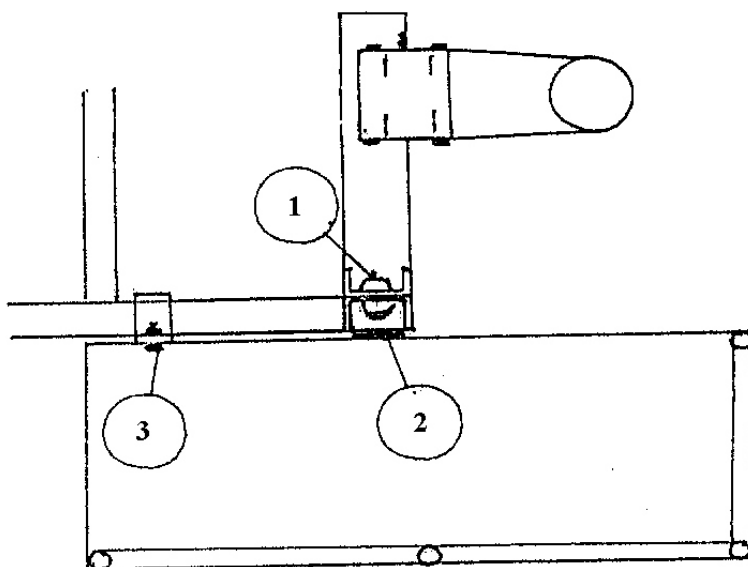

Bild 3: Arbetsplattform
- ▶ Fästa arbetsplattform på sin plats (se bild 3/punkt 5).